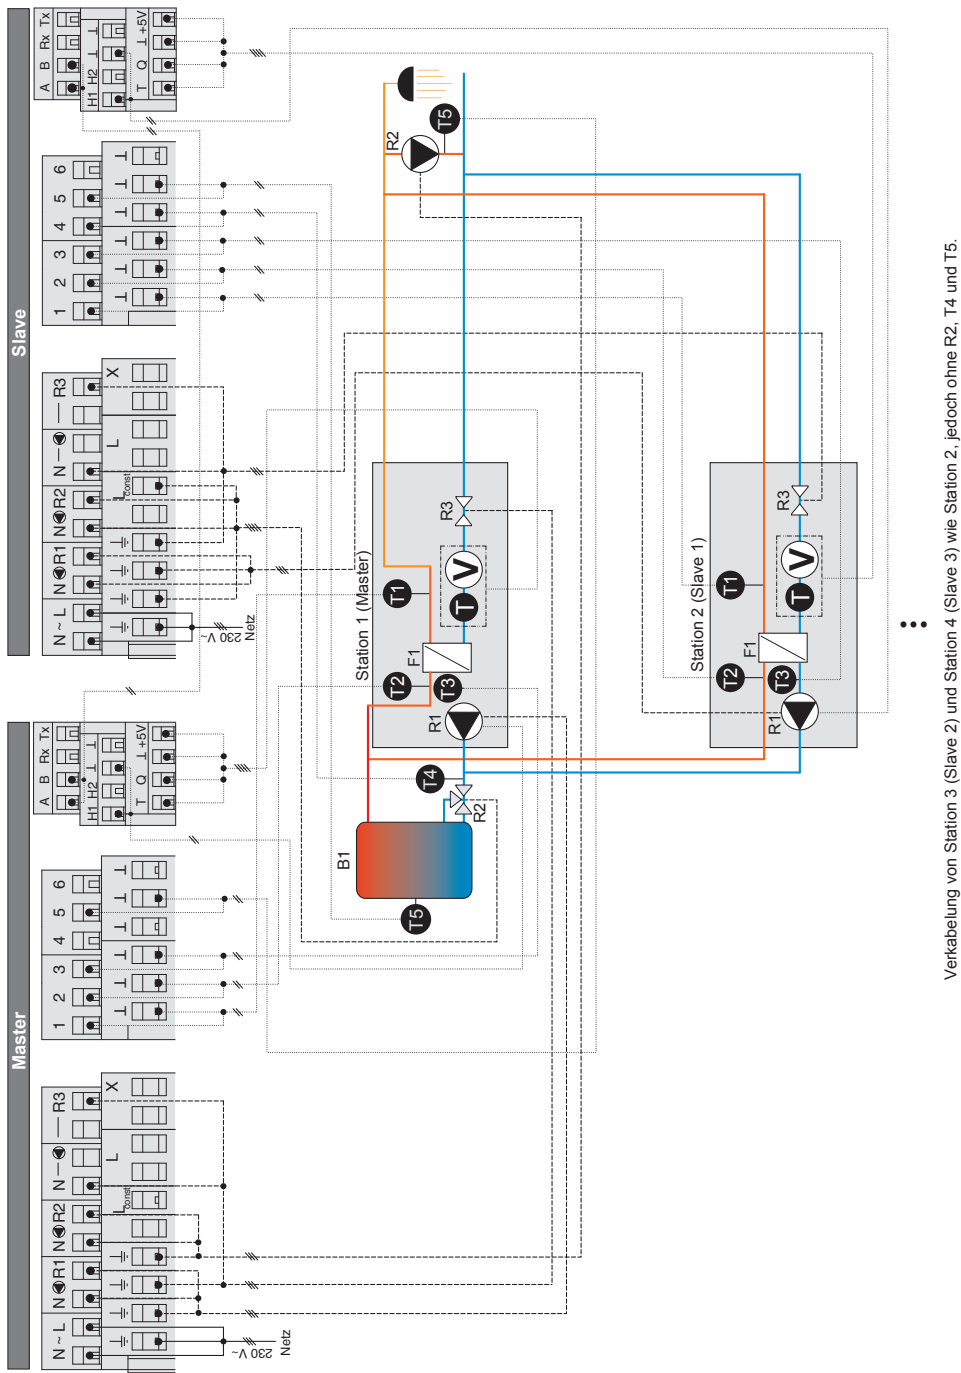

Abb. 2: Verkabelung der Kaskade (1 Master und 1 – 3 Slaves)
- Die nachstehende Beschreibung erfolgt anhand von Abb. 2 unten.
Tab. 2: Legende zu Abb. 2